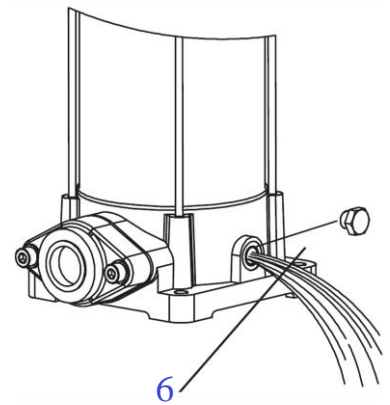

Fig. 5
- **Durante lunghi periodi di inattività:** spegnere l'alimentazione della pompa se non verrà utilizzata per un periodo prolungato. Svuotare la pompa rimuovendo il tappo di scarico (6). Vedere la Fig. 5 per l'illustrazione.